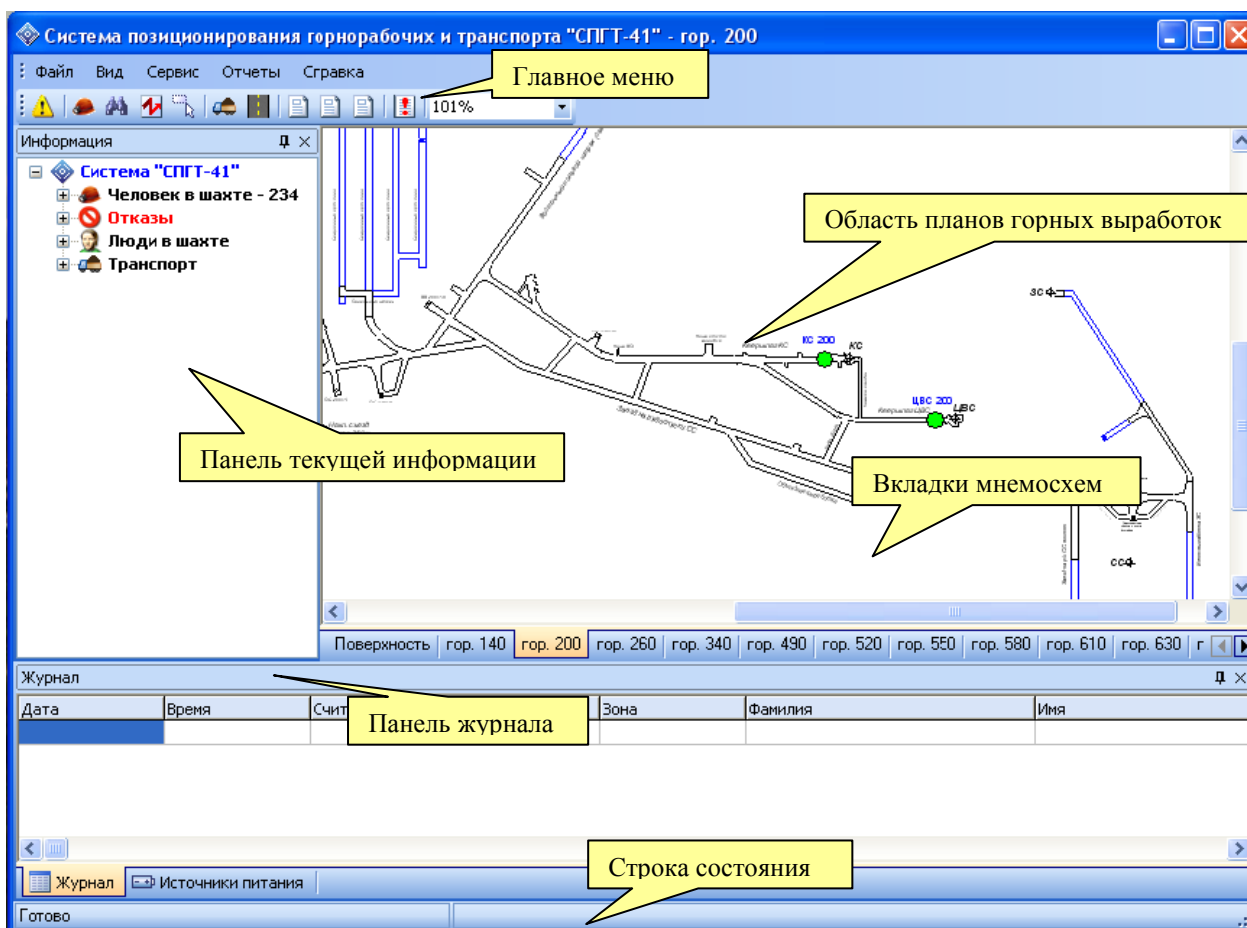

Рисунок 1 – Главное окно ДИСПЕТЧЕРА
2.3.2 После запуска ДИСПЕТЧЕРА (Position.exe) появляется главное окно программы (рисунок 1).